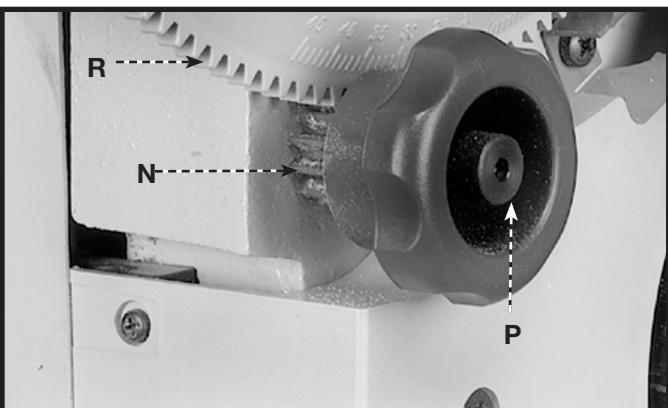

Fig. 15
- Vuelva a montar el de la perilla (N) Fig. 15 de piñón de inclinación de mesa, en la espalda de vio para que los dientes en la perilla (N) de piñón comprometieran los dientes en el trunnion (R). Abroche en el lugar con el tornillo (P) y la primavera especial que utilizan el 4 mm arrancan proporcionado.